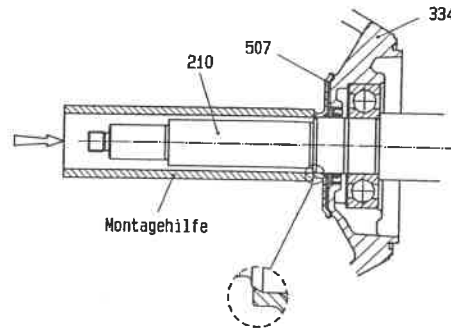

Figura 14
- Quando si avvitano la staffa di supporto (330) con la sua lanterna (344) e il corpo a chiocciola (102V), fare attenzione che le viti si innestino nei fori di passaggio al centro della circonferenza, osservando da posizione centrale. In caso contrario, la staffa di supporto (330) risulterebbe posizionata obliqua rispetto al corpo a chiocciola (102V), il che influirebbe sull'esatta regolazione del livello dell'olio.
- Spingere l'anello lanciaolio (507) sull'albero (210) fino a che appoggia assialmente sulla giunzione dell'albero. Tra anello lanciaolio (507) e lanterna della staffa di supporto (344) deve rimanere un gioco minimo di 0,7 mm.
- Aiutarsi eventualmente nel montaggio con un tubo (vedi Figura 14).